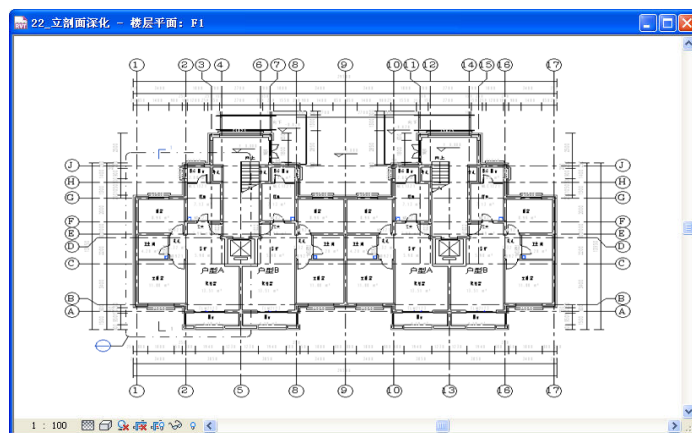

图 7-6
- 6) 进入平面视图 F1，将绘制完成的两个排气道（即竖井洞口）复制到其余四个户型相应位置，（如图 7-6 所示）。